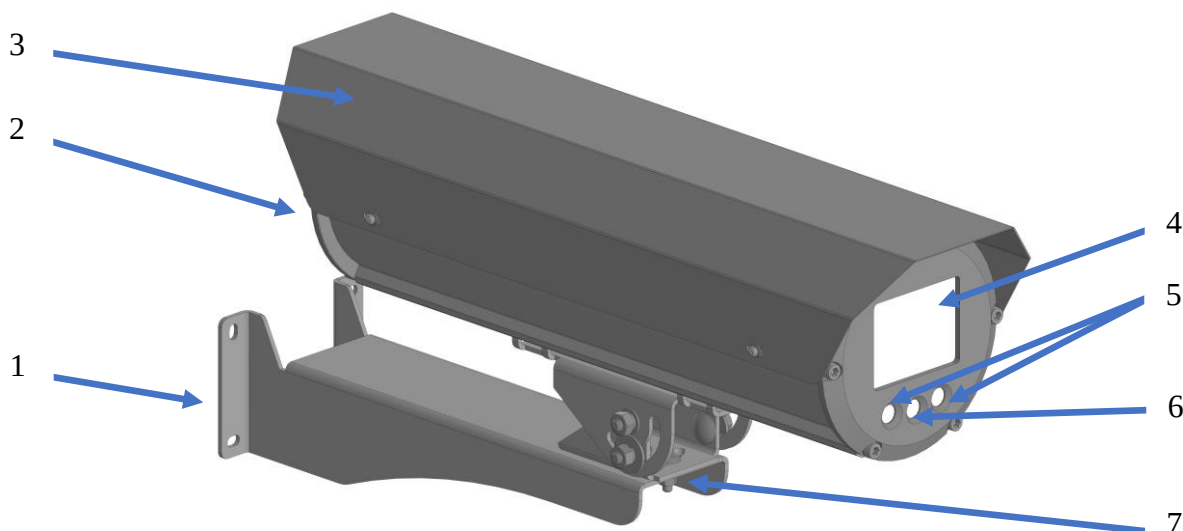

Рисунок 1 – Внешний вид видеокамеры АйТек ПРО H30-Exd
- Открутить винт крепежно-юстировочного устройства и отсоединить от видеокамеры, рис. 1;
- Установить видеокамеру на крепежно-юстировочное устройство, включить монитор, нацелить камеру на контролируемую зону и зафиксировать винтом, рис. 1.